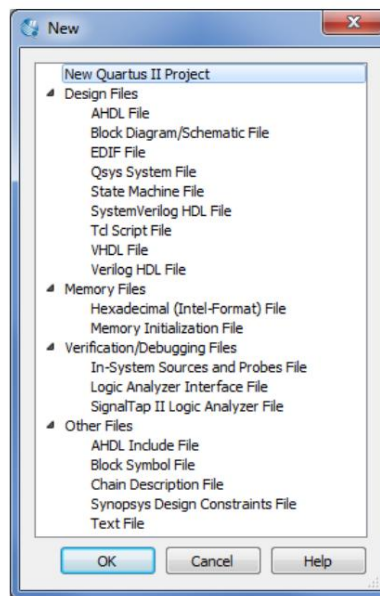

Figure 3. Besoin de préparer un nouveau fichier.
1. Ouvrez la fenêtre SignalTap II en sélectionnant Fichier > Nouveau, ce qui donne la fenêtre illustrée dans la Figure 3. Choisissez Fichier d'analyseur logique SignalTap II et cliquez sur OK.